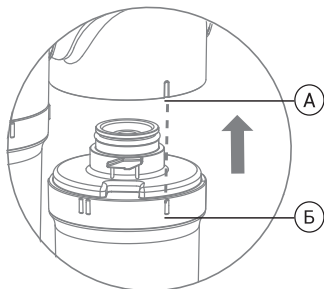

Рис. 6
3. Совместите метку «I» (А) на скобе фильтра и метку «I» (Б) на картридже (рис. 6).